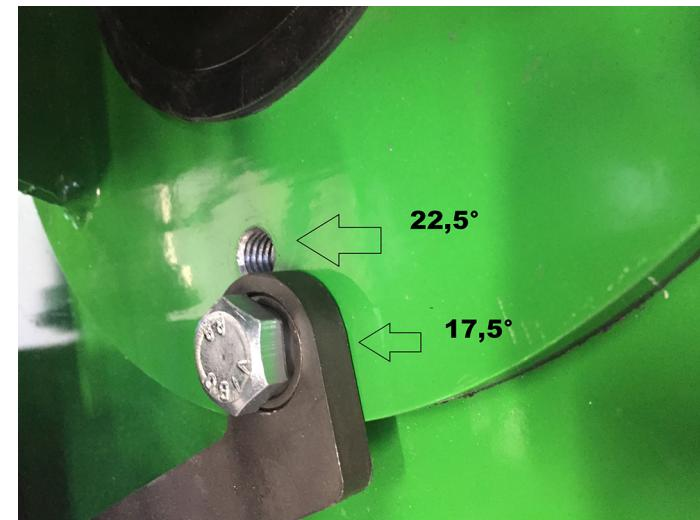

Fig. 6
La direzione di tiro non va regolata; i piattelli vengono lanciati automaticamente con direzione imprevedibile, sul piano orizzontale, con angolazione di 17,5° e 22,5° a destra e a sinistra per un totale di 35° e 45° spostando la leva di regolazione (U) in uno dei due fori (Fig. 5, Fig. 6).
The direction of trajectory must not be set. Targets are automatically thrown in a random horizontal direction, at a equal angle of 17,5° and 22,5° Left and Right for a total of 35° and 45°setting the shaft (U) (Fig. 5, Fig. 6).